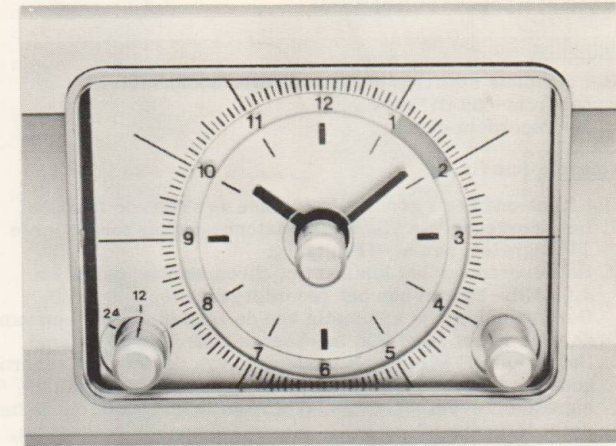

Fig. 6
De instelbare klok (12) maakt het mogelijk om op een tevoren ingesteld tijdstip, de recorder automatisch een bepaald programma te laten opnemen. Hiervoor wordt als volgt te werk gegaan (fig. 6):
- Druk de opneemtoets (11) en de starttoets (9) tegelijk in.
- Druk een van de druktoetsen (13) in voor het instellen van de gewenste zender.